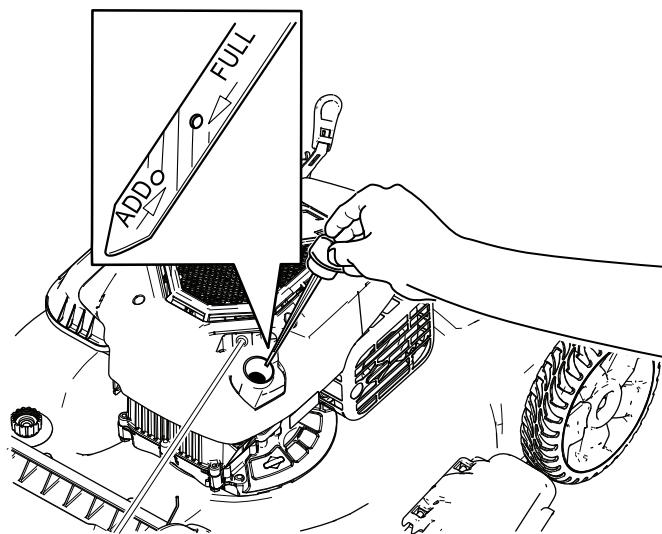

Figure 12
2. Tournez le bouchon dans le sens antihoraire et sortez la jauge (Figure 12).
5. Vérifiez le niveau d'huile indiqué par la jauge (Figure 12).